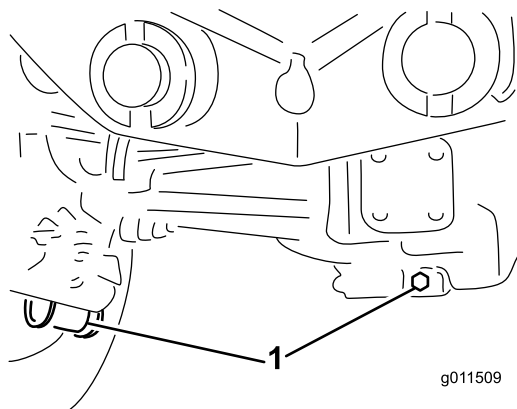

Рисунок 107
- Очистите область вокруг трех сливных пробок, по одной на каждом конце и одной в центре (Рисунок 107).